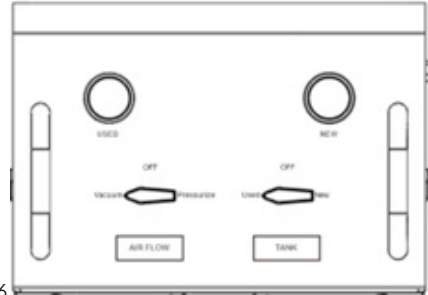

Fig 6.
3. Pe panou rotiți supapa din stânga "AIR FLOW" („FLUX AER”) în poziția "Vacuum" („Aspirare”) și supapa din dreapta "TANK" („REZERVOR”) în poziția "Used" („Uzat”) (Fig. 6), deschideți supapa de pe furtunul de lichid uzat (transparent). Apoi deschideți supapa de aer comprimat și va fi creat un vid la -20 inHg atât în rezervorul pentru lichid uzat, cât și în vehicul, iar antigelul va începe să curgă din vehicul în rezervorul pentru lichid uzat al echipamentului, iar furtunurile vehiculului vor cădea.